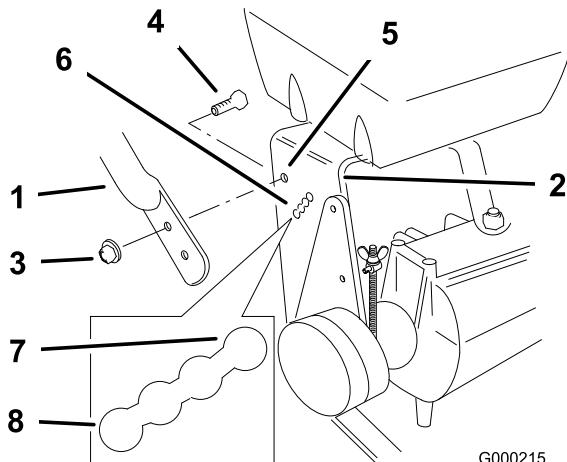

Figure 21
2. Desserrez les boulons à embase supérieurs (3/8 x 1") et l'écrou à embase de fixation du guidon au bâti arrière (Figure 21).
3. Enlevez les boulons à embase inférieurs (3/8 x 1") et les écrous à embase de fixation du guidon au bâti arrière (Figure 21).